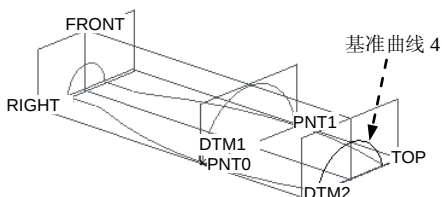
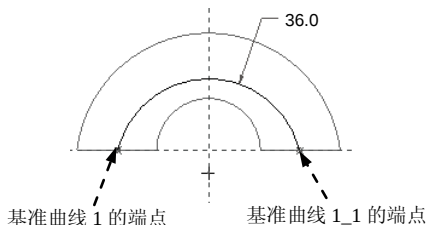

图 6.7.17 创建基准曲线 4
图 6.7.18 截面草图
Step10. 创建图 6.7.17 所示的基准曲线 4。
(1) 单击“草绘基准曲线”按钮 .
(2) 定义草绘截面放置属性: 设置 DTM2 基准平面为草绘平面; 采用默认的草绘视图方向; TOP 基准平面为草绘平面的参照, 方向为 ; 单击  按钮。
(3) 进入草绘环境后, 接受默认草绘参照, 再选取基准曲线 1 和基准曲线 1_1 的端点为草绘参照, 然后绘制图 6.7.18 所示的截面草图, 完成后单击  按钮 (注意: 圆弧的两个端点分别与基准曲线 1 和基准曲线 1_1 的端点对齐)。